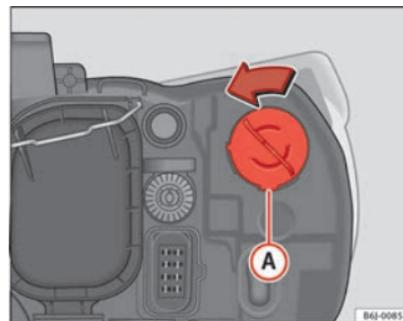

Fig. 167 Luz intermitente
- Gire el portalámparas ⇒ fig. 167 ① a la izquierda y tirar. ►